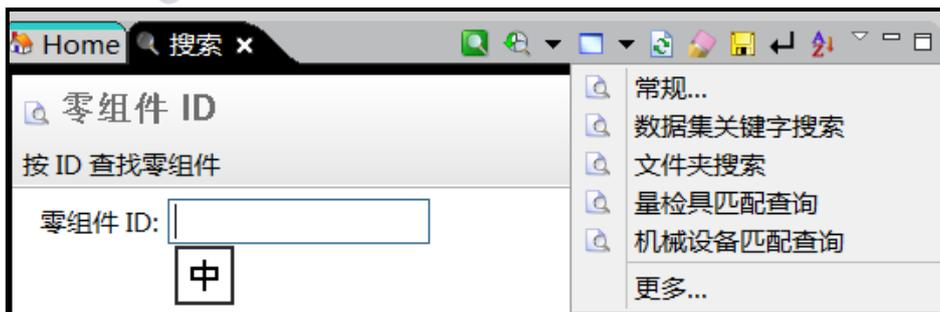

图 2
1.由于查询有很多，如下图 2 所示，有的用于查询文件夹的，有用于查询量检具的，有用于查询机械设备的。那么接下来的操作便是限制某些用户不能使用某些查询。举个例子，现在要限制用户“张三”，不可以使用机械设备的查。